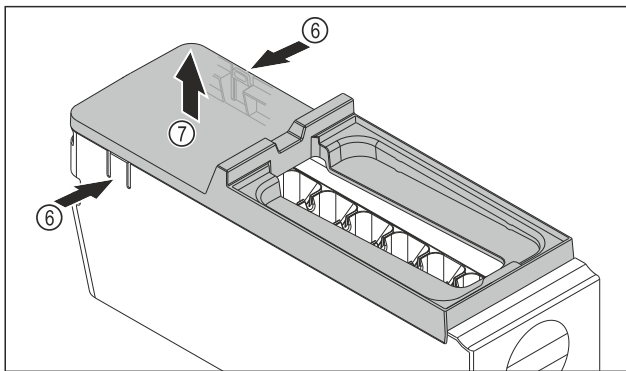

Fig. 158
- ▶ Abdeckung des EasyTwist-Ice-Korpus entnehmen: Laschen Fig. 158 (6) an den beiden Seiten des EasyTwist-Ice-Korpus mit einer Hand drücken.
- ▶ Abdeckung Fig. 158 (7) mit der anderen Hand nach oben entnehmen.